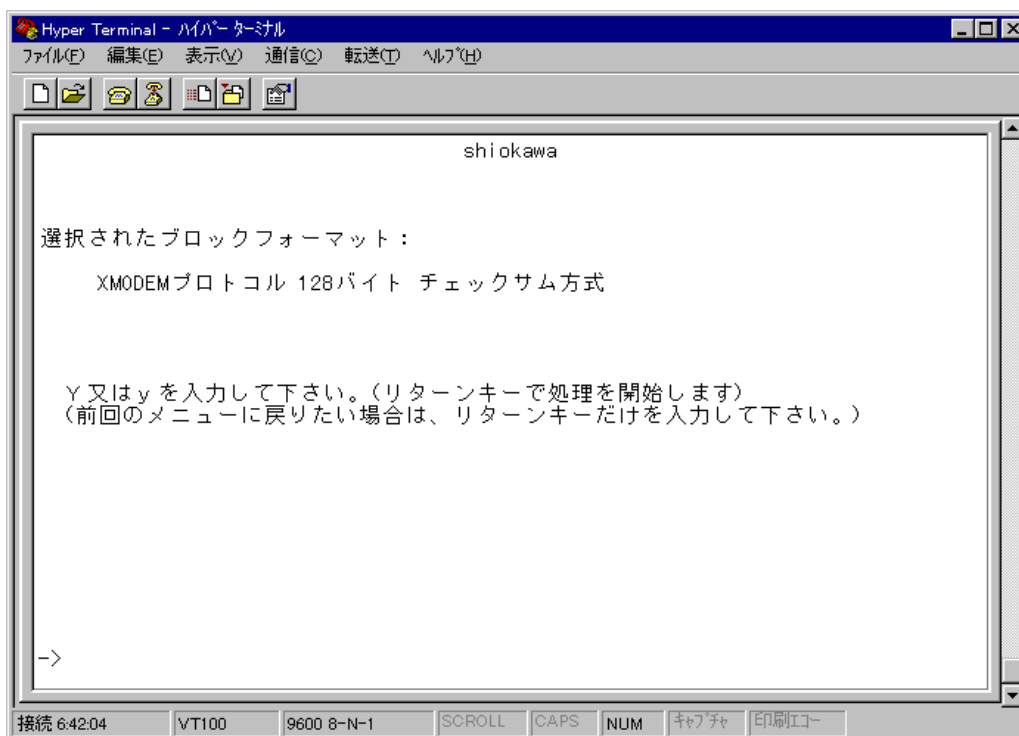

図 6-27 確認メッセージの表示
- 3 リターンキーを押すと、確認メッセージが表示されます。(図 6-27)